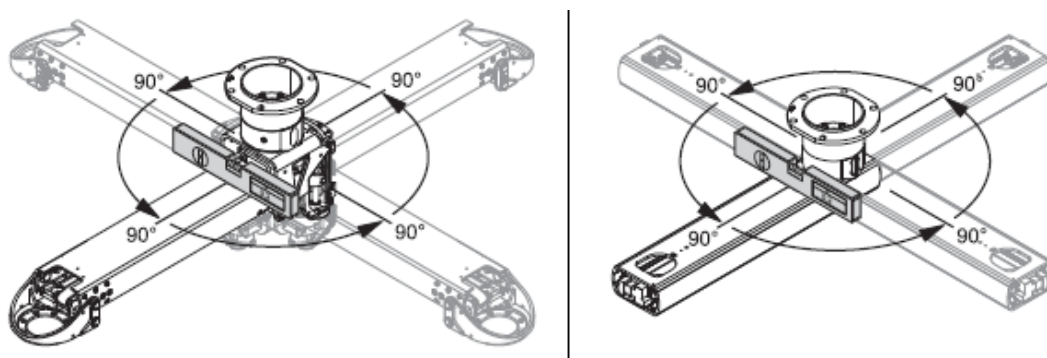

Fig. 32 Comprobación de la alineación horizontal de los brazos
- Verifique la alineación horizontal de los brazos de extensión. Coloque el nivel de burbuja digital en ángulo recto con la dirección del brazo (cerca de la brida ③). Gire el brazo de 90 grados en varias direcciones y verifique la alineación horizontal. Véase Fig. 32.